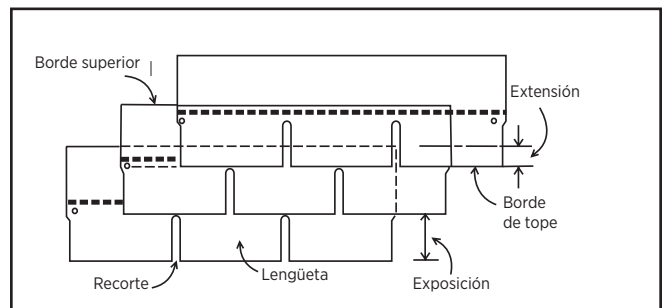

Figura GI-1
**Borde de tope** - El borde inferior de las lengüetas de las tejas (Figura GI-1).
Exposición - La parte del techo expuesta a la intemperie después de la instalación, normalmente expresada en pulgadas (Figura GI-1).
**Lengüeta** - La parte expuesta de las tejas en tiras definida por recortes (Figura GI-1).